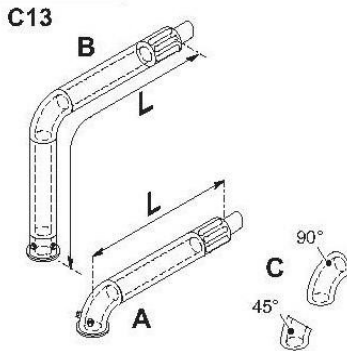

Рисунок 5.8
**Вертикальный комплект дымоотвода с коленом 90° (Рисунок 5.8 В)** Коаксиальная труба  $\varnothing$  80/125 мм. Этот комплект позволяет поднять ось отвода котла на 635 мм. Длина должна быть не меньше 0,5 м, а максимальная длина с учетом удлинителей не должна превышать 6 м по горизонтали и в любом случае, отводящий патрубок должен отводить дым горизонтально. При установке этих колен в трубе максимальная длина дымоотвода уменьшается таким образом: